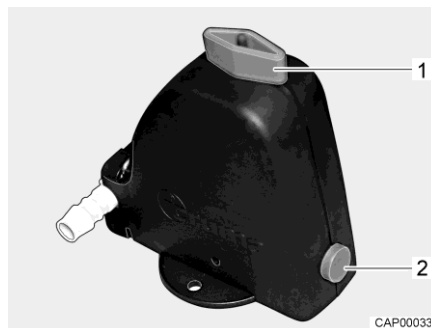
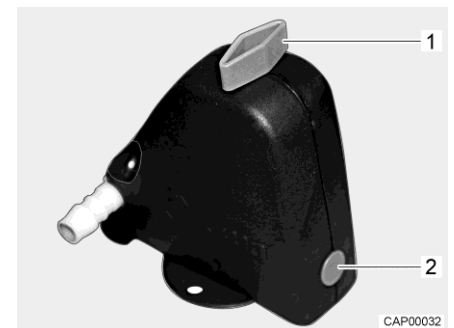

Fig. 96 Válvula de seguridad/purga abierta
Fig. 97 Válvula de seguridad/purga cerrada
- Cerrar la válvula de seguridad/purga. Para ello, girar el botón giratorio (Fig. 96,1) a la posición transversal en referencia a la válvula de seguridad/purga y hundir el botón (Fig. 96,2). La válvula de seguridad/purga cerrada se muestra en Fig. 97. A temperaturas inferiores a 6 °C, la válvula de seguridad/purga no se deja cerrar.